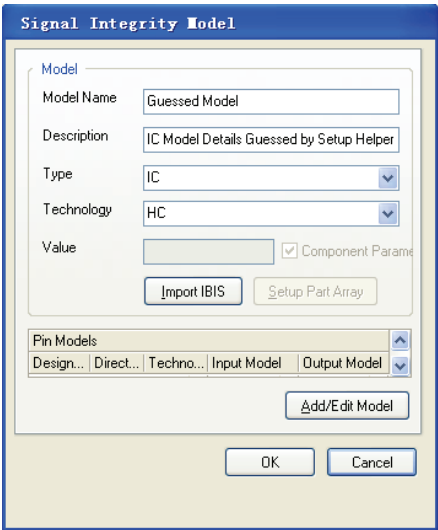

图 12-7 IC 器件 U2 信号完整性分析模型对话框
(1) 在图 12-3 中，双击 U2 元件，弹出信号完整性分析模型对话框，如图 12-7 所示。
(2) 调整图 12-7 中的“Type”栏为类型 IC。
(3) 单击“Technology”栏后面的  按钮，选择元件的工艺类型为 HC。
(4) 根据需要，可给个别的元件引脚指派特别的工艺类型或引脚模型。在该对话框下方